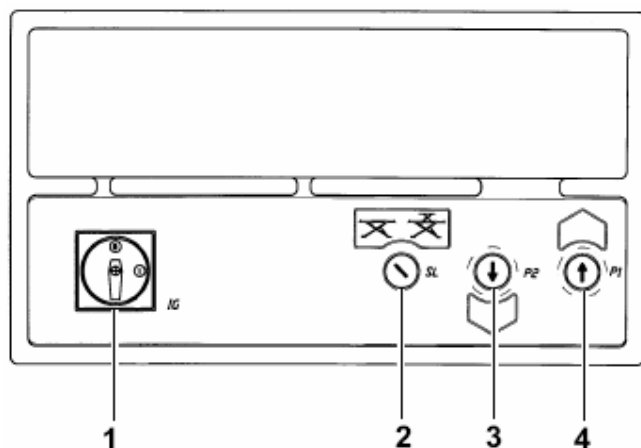

Рис. 37
Up («Вверх»). (см. Рис. 37) Поверните главный выключатель (1) в положение 1.